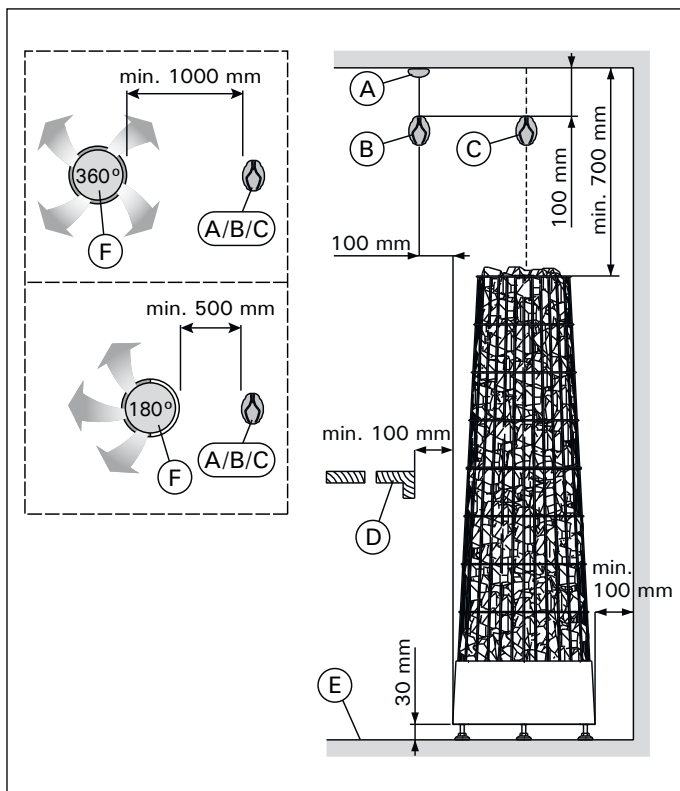
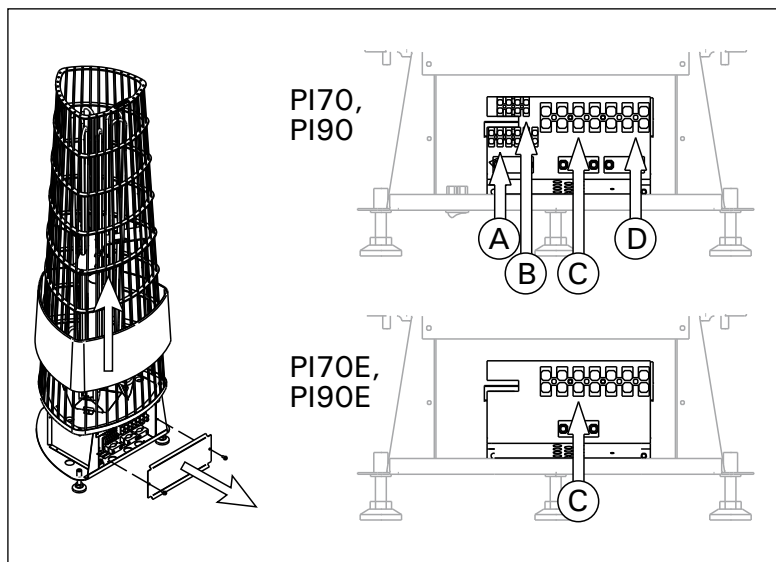

Рисунок 5. Расположение и безопасные расстояния
Рисунок 7. Разъемы нагревателя
Минимальные безопасные расстояния показаны на рис. 5. При установке каменки обязательно соблюдение указанных значений. Несоблюдение указанных значений влечет за собой риск возгорания.
Элементы, представленные на рис. 5:
Разъемы нагревателя (рис. 7):
- **PI:** Установите датчик на стену сауны, как показано на рис. 5. Вставьте кабель датчика в разъем нагревателя по принципу цветового соответствия (рис. 7: B).
- **PI-E:** Установите датчик на стену сауны, как показано на рис. 5.
Внимание! Не устанавливайте датчик на расстоянии менее 1000 мм от ненаправленного вентилятора или на расстоянии менее 500 мм от вентилятора, действующего в направлении от датчика. См. рис. 5. Поток воздуха вблизи датчика охлаждает датчик и приводит к неточности показаний устройства управления. В результате возможен перегрев каменки.
4. Вставьте свободный конец кабель управления в разъем нагревателя по принципу цветового соответствия (рис. 7: A).